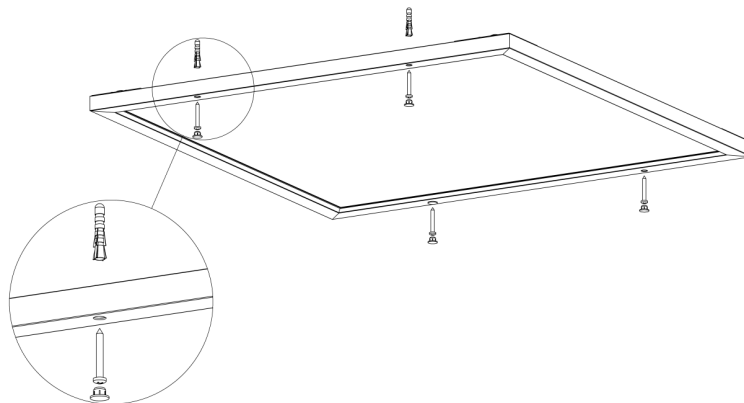

Рисунок 2
- Закрепить светильник к потолку шурупами или саморезами согласно типу монтажной поверхности. Диаметр отверстий равен 4,5 мм (рисунок 2).
- Установить декоративные заглушки (входят в комплект поставки) в отверстия для крепления на лицевой части корпуса светильника (Рисунок 2).